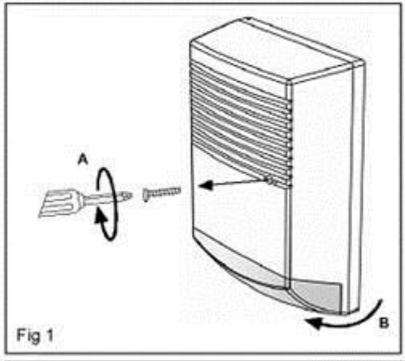

Fig 1
1. Abra la carcasa de la sirena (1 tornillo en la parte frontal), fig1 y retire la cubierta de metal